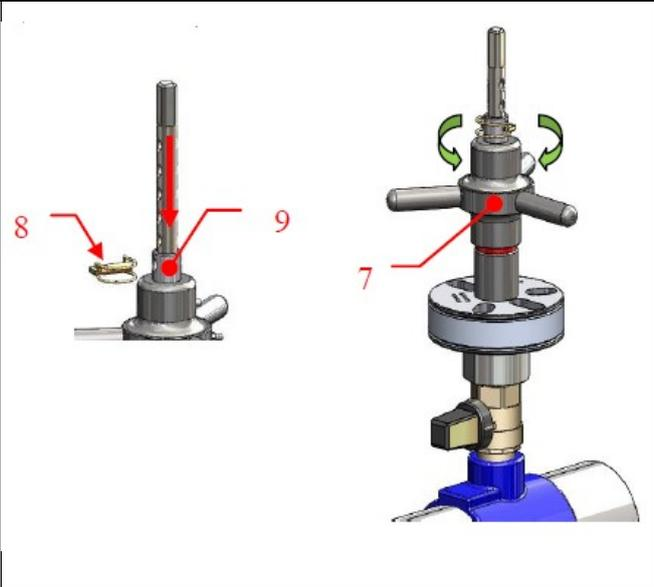

Fig. 2
6. Acionar o sistema de avanço [7], rodando-o - rotação no sentido contrário ao dos ponteiros do relógio - até ao ponto em que se torna possível inserir a cavilha [8 – Fig.2] (proceder de modo a que se aproveitem os furos, do veio de manobra e o do sistema de avanço, cuja coincidência esteja mais próxima da posição extrema). Depois deste passo, rodar o sistema de avanço [7] - no sentido horário -, de maneira a confirmar o contacto do conjunto de furação com o tubo.
9. Retire-se a cavilha [8 – Fig.2] para libertar o veio de manobra do sistema de avanço; em seguida recue o veio de furação de modo a possibilitar o fecho da válvula de ramal. Quando esta estiver fechada, a máquina de furação pode ser desmontada de forma a completar-se a execução do ramal.